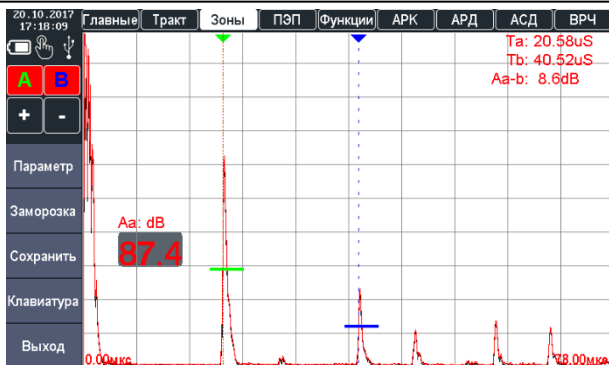

Рисунок 2.37 – Наведение строга В на второй отраженный сигнал
9. Навести строб В на второй отраженный сигнал (рис. 2.37), а также нужно включить отображение значения разницы амплитуд сигналов в зоне А и В – Аа-В.